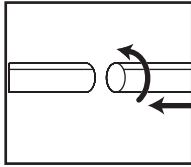

FIGURE 11
14. Attachez les bras de prolongation à l'extrémité accessoire du tuyau. Visez légèrement pour serrer le raccordement. **FIGURE 11.**